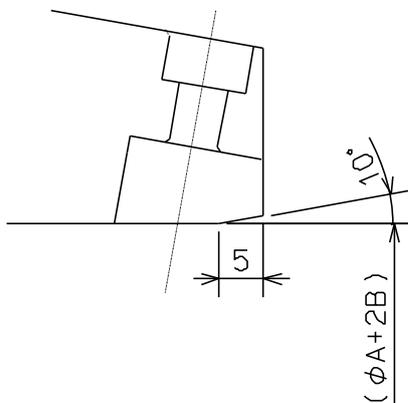

図 16
- ③ 取付面グリップピース円筒部 $\phi(A+2B)$ の成形は成形用プラグを把握して行います。(P-26 参照)
- ④ 工作物の勾配 α が 5 度以下の場合は単純な円筒面とし、 α が 5 度を超える場合は、工作物との干渉を防ぐためにジョーの前側に図 16 のようなテーパを設けます。